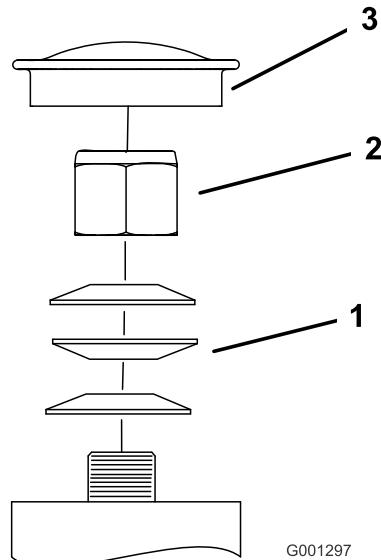

図 60
- キャスタからダストキャップを外してロックナットを締め付ける (図 60)。
- スプリングワッシャが平たくつぶれるまでロックナットを締め付け、その位置から 1/4 回転もどすと、ベアリングに対して適切な予負荷がかかる (図 60)。
重要 スプリングワッシャが 図 60 に示すように正しく取り付けられていることを確認する。
- ダストキャップを取り付ける (図 60)。